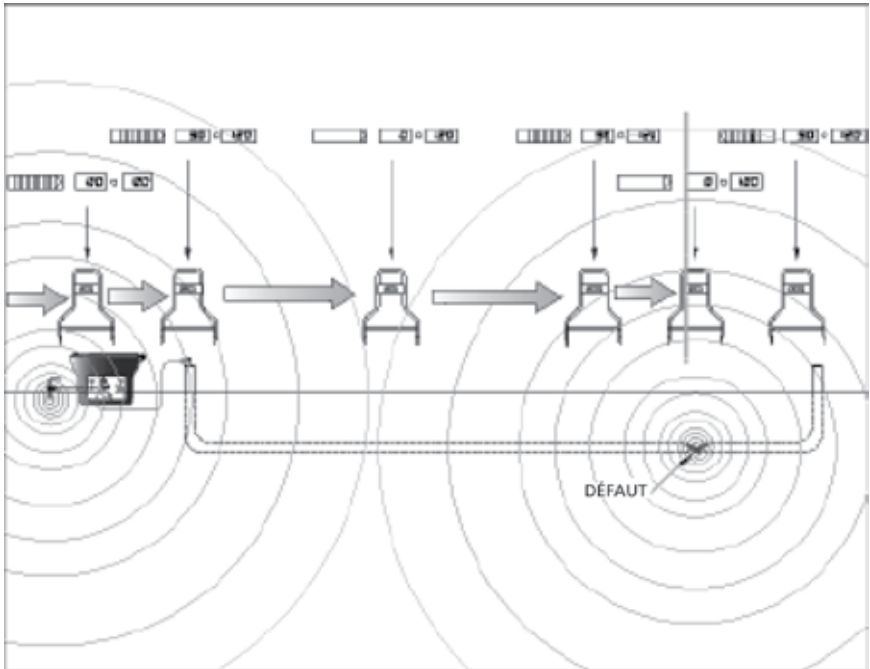

Figure 3-4 : Localisation du défaut du câble avec le récepteur A-5000
5. Le nombre de barres diminue lorsque l'opérateur s'éloigne du point de synchronisation et augmente quand l'opérateur se rapproche du défaut ciblé. Voir Figure 3-4